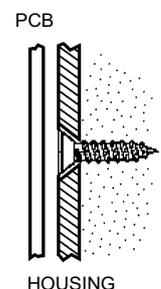

Figura B.4:
9. Installare il fondo del contenitore e riposizionare lo stampato, facendo attenzione che la viti di fissaggio non tocchino lo stampato—vedere *Figura B.4*.